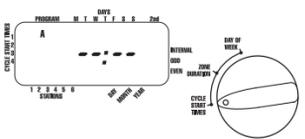

ILUSTRACIÓN 4: Pantalla de cristal líquido (LCD) con hora de inicio
- La manera en que configure la hora de inicio del ciclo es la misma para ambos programas. Coloque el selector giratorio en la posición **CYCLE START TIMES (HORA DE INICIO DEL CICLO)** del programa que desee establecer. La pantalla le mostrará una A o una B según el programa que haya seleccionado. La pantalla mostrará : : : y aparecerá un cursor intermitente en la posición **CYCLE START 1 (INICIO DEL CICLO 1)** [Vea la ilustración 4].